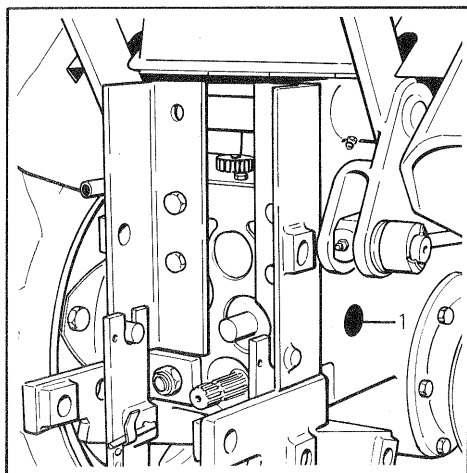

Fig. 17 - Bild 17
Scatola del cambio : controllare il livello dell'olio (vedere la fig. 17). Il livello è regolare quando si trova in corrispondenza della spia trasparente (1).
Gearbox: check for oil level (see fig. 17). Level is correct when it is close to peephole (1).
Boîte de vitesses: contrôler le niveau de l'huile (voir fig. 17). Le niveau est correct s'il se trouve à proximité du voyant (1).
Schaltgetriebe: den Ölstand prüfen (siehe Bild 17). Das Öl ist bis zum durchsichtigen Auge (1) einzufüllen.